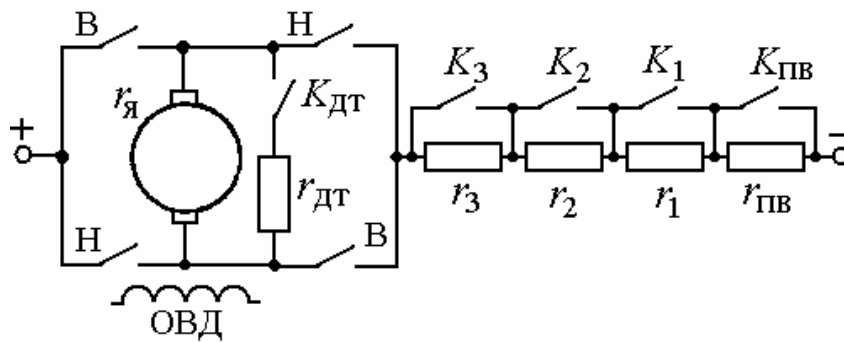
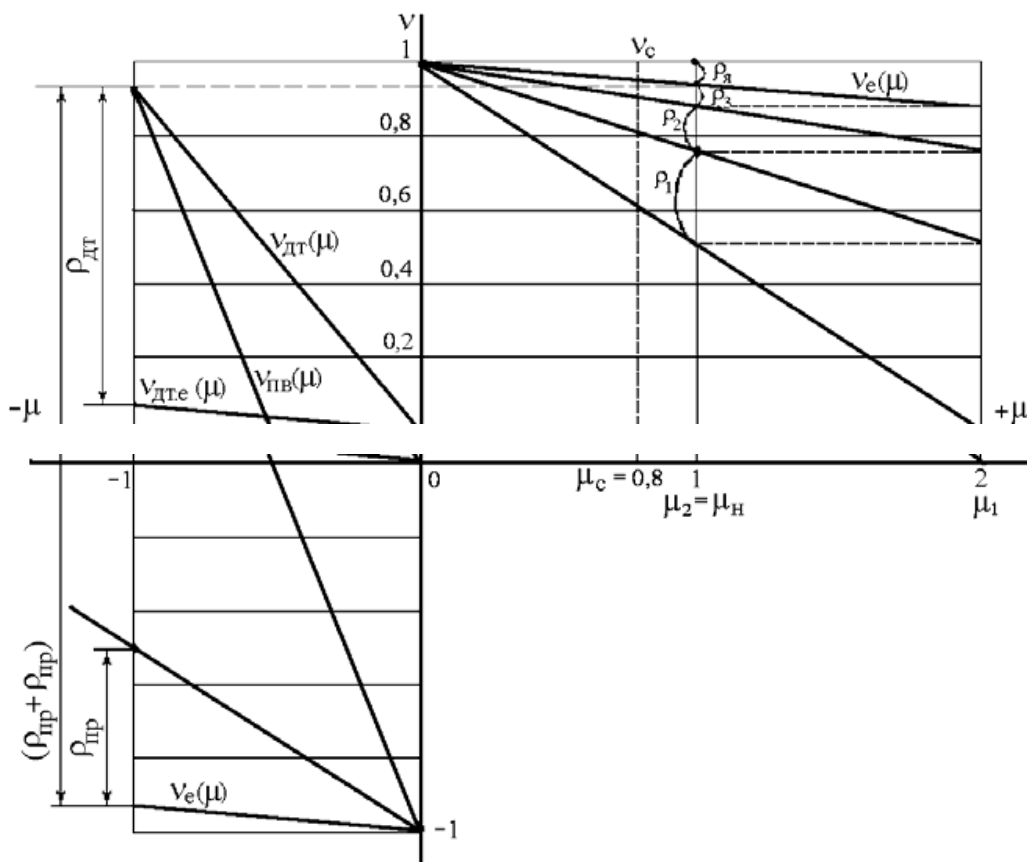

Рис.8. Схема электропривода с реостатно-релейным управлением
Рис.9. Механические пусковые и тормозные характеристики ДПТНВ
**Задача 17.** Для привода с двигателем постоянного тока независимого возбуждения (ДПТНВ) с реостатно-релейным управлением(рис.8) рассчитать величины ступеней пусковых сопротивлений. Номинальные значения паспортных величин двигателя:  $P_n = 8,5 \text{ кВт}$ ;  $U_n = 220 \text{ В}$ ;  $I_n = 44 \text{ А}$ ;  $\omega_n = 94 \text{ рад/с}$ . Максимальный пиковый момент двигателя при пуске  $\mu_1 = 2$ . Относительные значения момента переключения ступеней пускового сопротивления  $\mu_2 = 1$ , статического момента нагрузки  $\mu_c = 0,8$ .
2. Найти число ступеней пуска  $m$  и построить характеристики реостатного пуска (рис.9).
**Задача 18.** Для привода постоянного тока с реостатно-релейным управлением (см. рис.8) рассчитать ступень сопротивления для торможения противовключением и для динамического торможения. Характеристики приведены на рис.9. Номинальные значения параметров двигателя:  $P_n = 8,5 \text{ кВт}$ ;  $U_n = 220 \text{ В}$ ;  $I_n = 44 \text{ А}$ ;  $r_a = 0,3 \text{ Ом}$ ;  $\omega_0 = 100 \text{ рад/с}$ ;  $\omega_n = 94 \text{ рад/с}$ . Двигатель переключается в тормозной режим потивовключения или динамического торможения при  $\mu_c = 1$  и  $v = v_n$ . Максимальный тормозной момент при переключении  $\mu_T = 1$ . Пусковые характеристики рассчитаны для максимального значения момента при пуске с  $\mu_1 = 2$ .